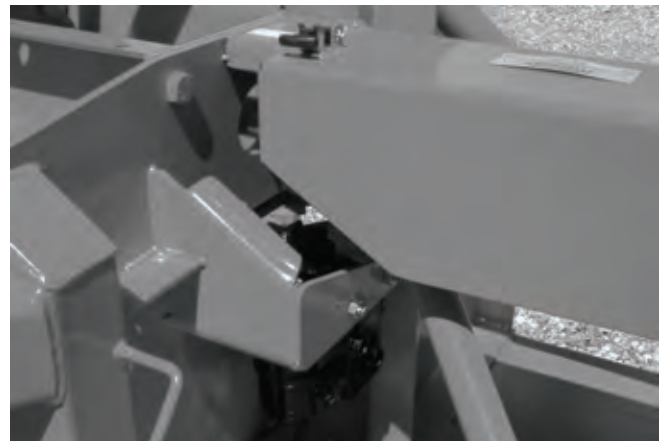

Figure 31
- 7) Refermer le protecteur (Fig. 31).